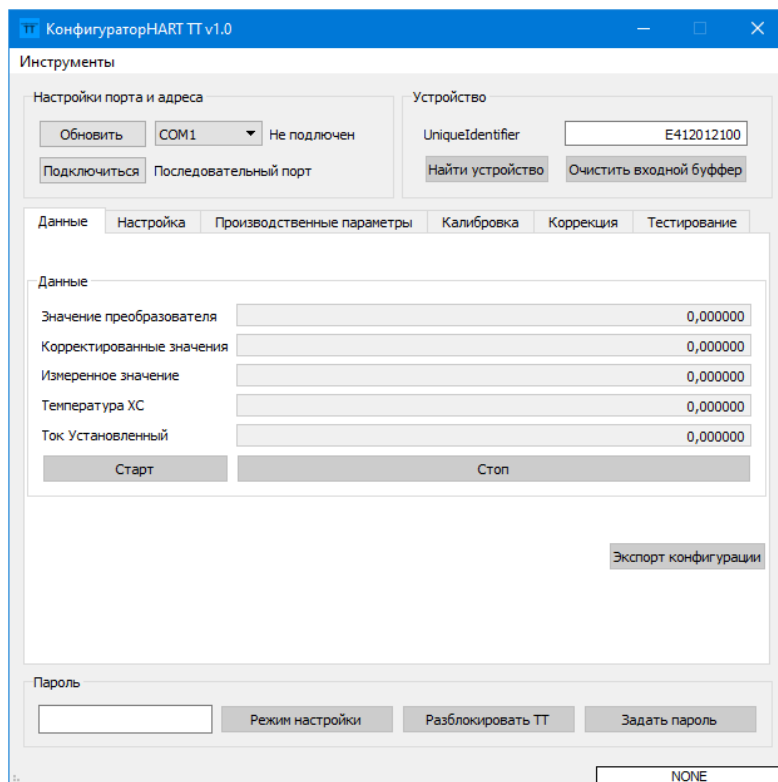

Рисунок 6 – Экранная форма ПО «Конфигуратор HART TT»
2.3.7 В случае необходимости изменения типа чувствительного элемента, НСХ, изменения диапазонов измерения: преобразователь с HART-протоколом может быть перенастроен с помощью ПО «Конфигуратор HART ТТ» (рисунок 6), преобразователь без